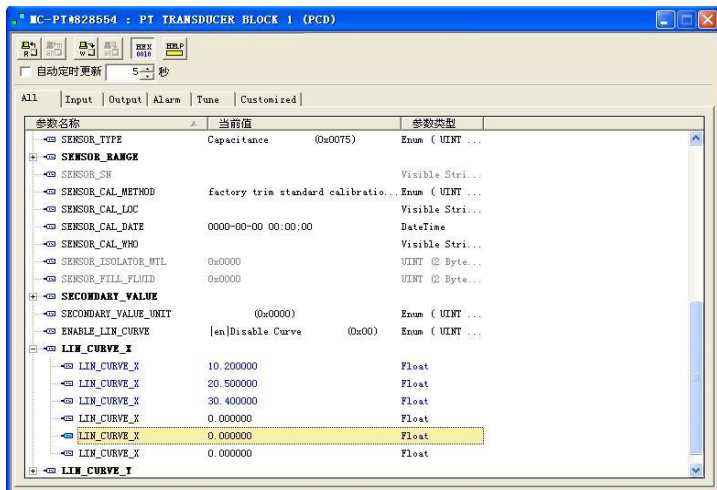

图 6.5 参数 LIN_CURVE_X 的配置
- 2) 通过压力源输入标准压力，并在组态软件上打开相应的变换块，分别读取参数 PRIMARY_VALUE 的值，将该值写入 LIN_CURVE_X 数组。例如将读到的 10.2，20.5，30.4 分别写在 LIN_CURVE_X 数组里，如图 6.5 所示。到此校准工作结束。